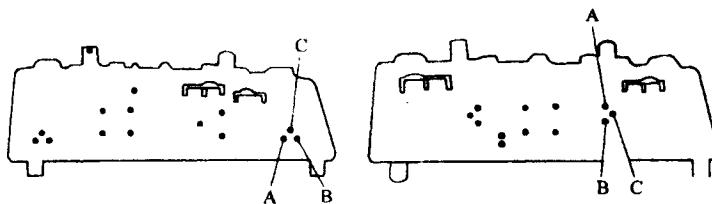

图 1-20 水温表各个接线端头的位置
③ 接通点火开关，观察灯泡是否发亮及水温表的指针能否偏移到水温最高的对应位置，如果灯泡不亮或水温表无偏移显示，说明水温表性能不良，应拆检或更换水温表。在车上通过测量水温表上的各个接头的电阻（如图 1-20 所示），即可发现水温表是否正常。